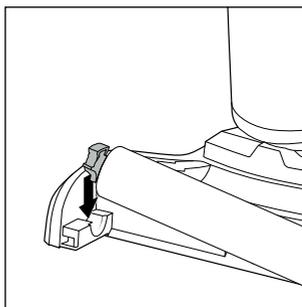

Fig. 40
- ◆ Premere poi il supporto a sinistra del rullo a spazzola **6** nell'apertura del lato sinistro del piede **3** finché il rullo a spazzola **6** non s'innesta udibilmente (vedere fig. 40).